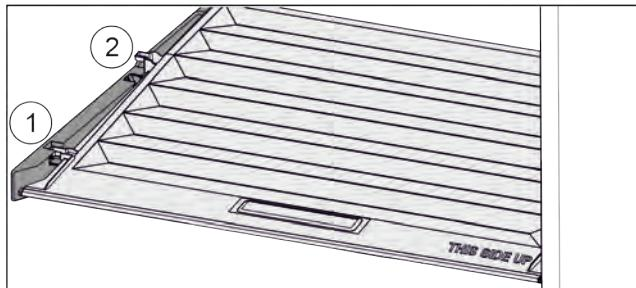

Fig. 28
- Потянуть крышку до отверстия в поддерживающих деталях вперед Fig. 28 (1).
- Поднять сзади снизу и извлечь Fig. 28 (2) движением вверх.